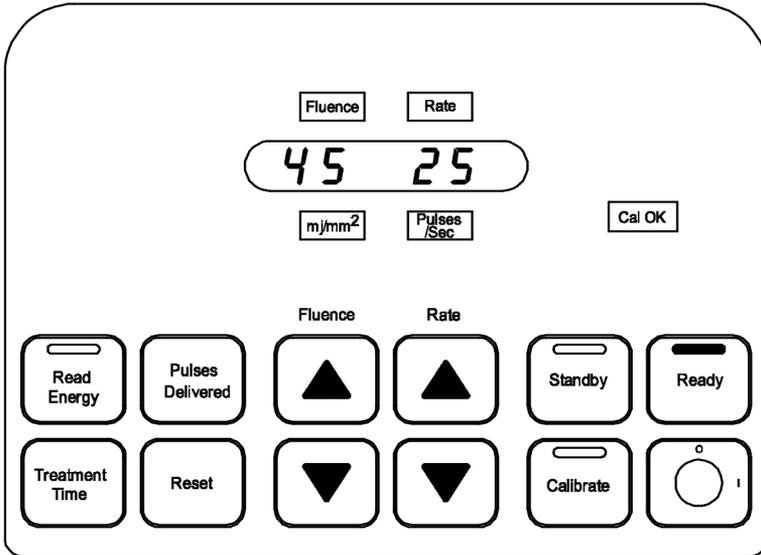

图9
1. 按下 Ready (就绪) 按钮可从 Standby (待机) 模式进入 Ready (就绪) 模式。(图 9)